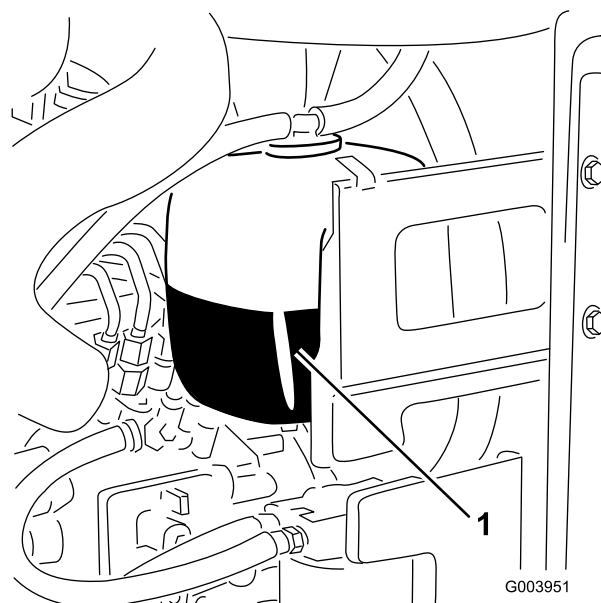

Рисунок 30
- Проверьте уровень охлаждающей жидкости в расширительном бачке (Рисунок 30).